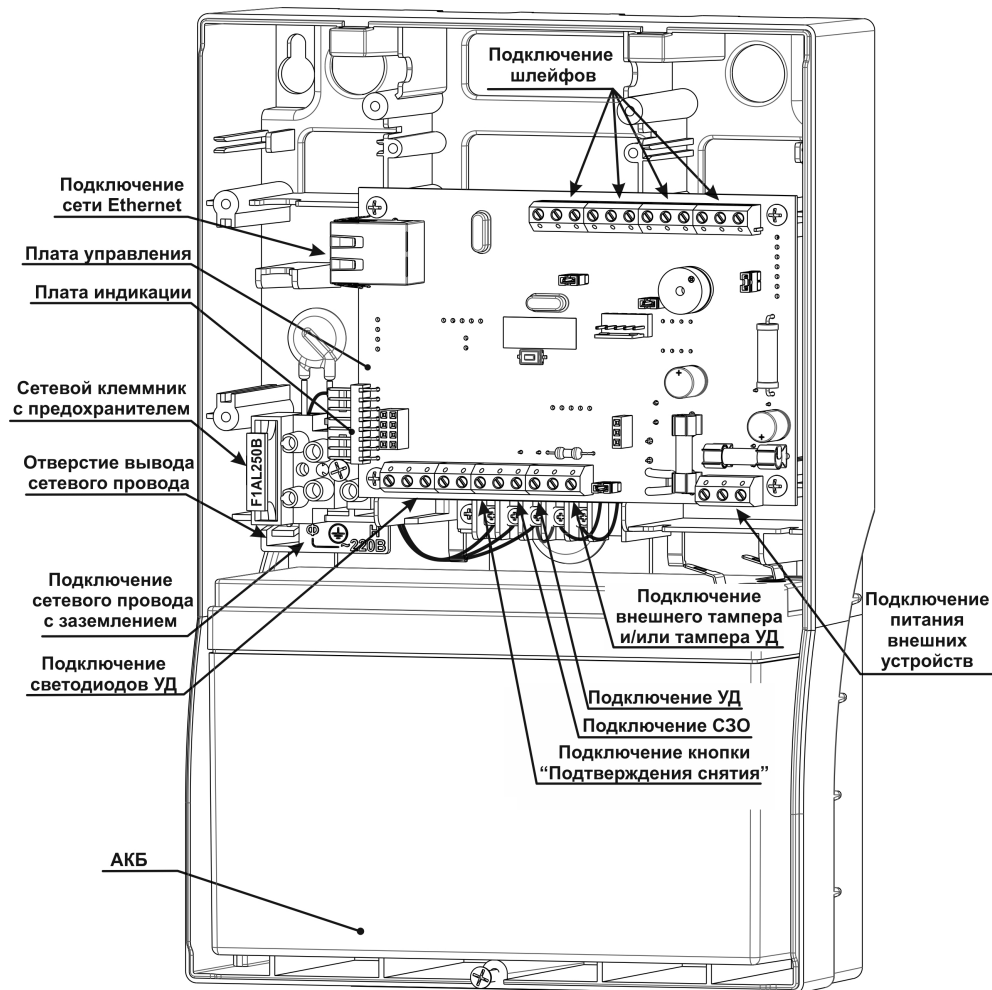

Рисунок 4 - Вид прибора со снятой крышкой
Шнур для подключения прибора к сети 220 В поставляется и подключается к прибору организацией, осуществляющей установку прибора на объекте. ДЛЯ ПОДКЛЮЧЕНИЯ ПРИБОРА К СЕТИ 220 В ДОЛЖЕН ИСПОЛЬЗОВАТЬСЯ ТРЁХЖИЛЬНЫЙ ГИБКИЙ ШНУР, СООТВЕТСТВУЮЩИЙ ГОСТ 7399-80 С ПРОВОДАМИ, ИМЕЮЩИМИ ДВОЙНУЮ ИЗОЛЯЦИЮ. НОМИНАЛЬНОЕ СЕЧЕНИЕ ЖИЛЫ ПРОВОДА 0,75 ММ². Шнур питания от сети 220 В подключается к сетевой колодке, расположенной слева от платы управления. ПРОВОД ЗАЗЕМЛЕНИЯ ПОДКЛЮЧАЕТСЯ К СРЕДНЕМУ КОНТАКТУ СЕТЕВОЙ КОЛОДКИ. Сетевой шнур необходимо завести через специальное отверстие с элементом фиксации (прижимом) – см. Рисунок 4.
- Подключить сетевой шнур с проводом заземления к сетевому клеммнику соблюдая правильность подключения проводов (фазовый провод – «Ф»; заземление – контакт, обозначенный специальным знаком; нулевой провод – «Н») – Рисунок 4.